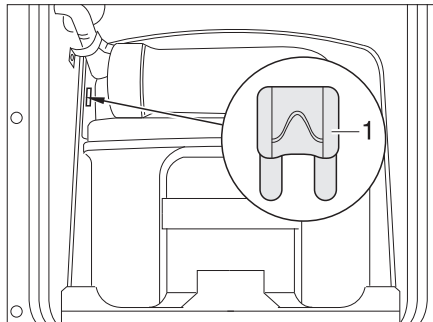
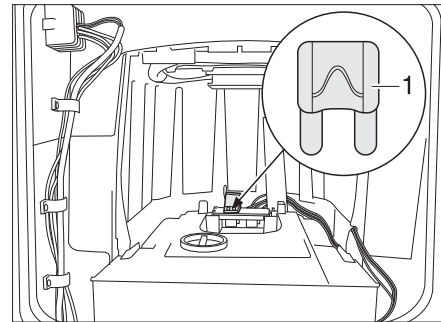

Bild 287 Säkring Thetford-toalett
Bild 288 Säkring Thetford-toalett (alternativ)
- Byt säkring (Bild 287,1 resp. Bild 288,1).